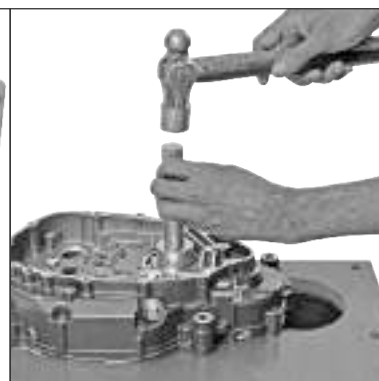

Fig. 1.20B
- Se utiliza para eliminar / montar los cojinetes, sellos de aceite y arbustos. (Fig. 1.20B)